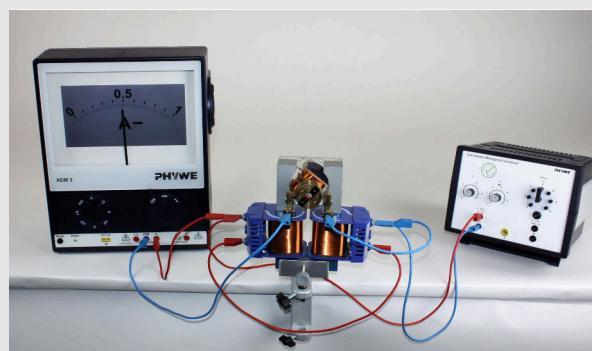
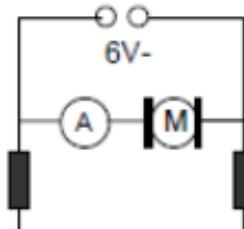

Рис. 2
Рис. 3
- Заполните конструкцию в соответствии с рис. 2 и рис. 3.
[redacted] (рис. 3).